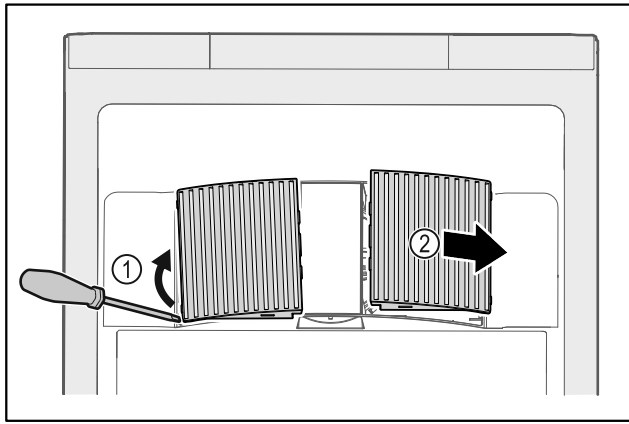

Fig. 140
- ▶ Pokrov ventilatorja previdno dvignite s strani Fig. 140 (1) in ga odstranite v smeri naprej Fig. 140 (2).